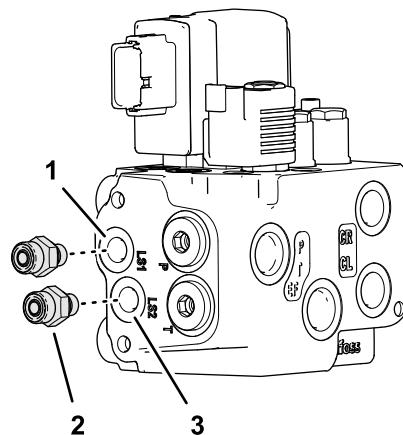

図 78
1. 次のように、2つのストレート油圧継手 (-6 x 12 mm) をEHIステアリングバルブ (図 78) に組み付けます。